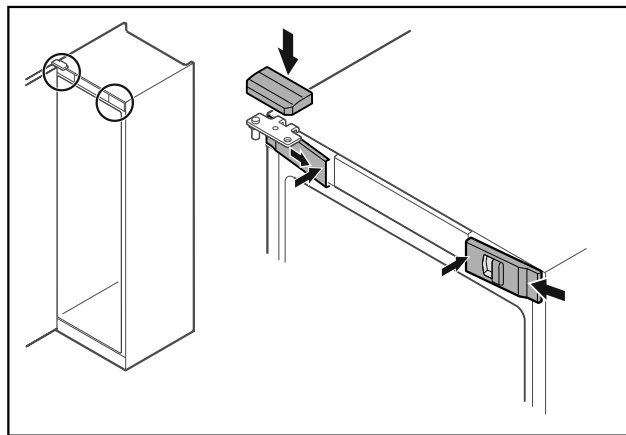

Fig. 46 *
- ▶ Acroșați apărătorile frontale Fig. 46 (1) lateral și fixați-le în poziție la interior.*
- ▶ Fixați în poziție apărătoarea superioară Fig. 46 (2) de sus.*